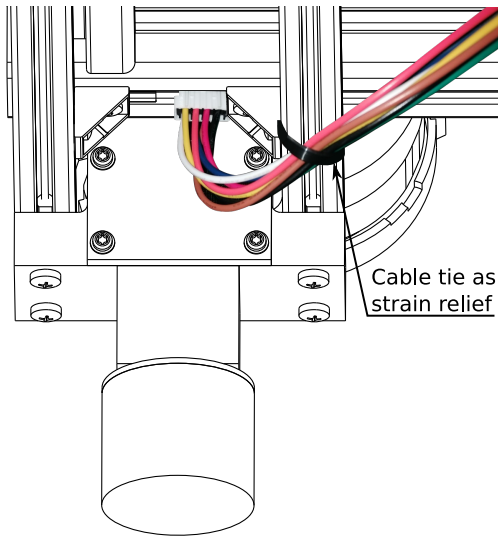

FIGURE 37 – Une attache de câble fixe fermement le câble près de son connecteur. Le câble est verrouillé en place, réduisant l'usure du connecteur.
Il est absolument primordial de fixer chaque câble à un point d'attache solide près de son connecteur. Un bon exemple est d'utiliser des attaches de câble enroulées autour d'un profilé en aluminium. Voir Figure 37 ci-dessous.
- sur le câble Molex lorsqu'il est attaché aux actionneurs (voir Figure 37),